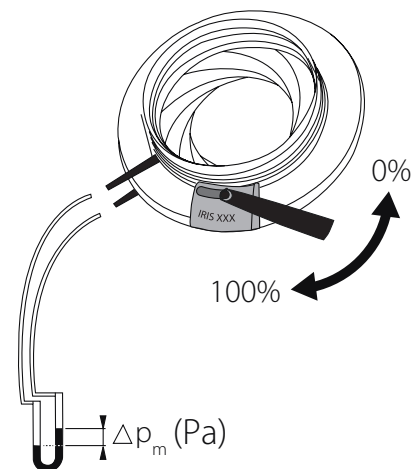

Bild 2. Injustering.
- Produkten är försedd med mätnipplar före och efter spjällblad för anslutning av tryckmätare, se bild 2.
- Före injustering ställs spjället till minsta öppningsläge, indikerat "0" på produktens inställingsskala, därefter påbörjas injustering med hjälp av medleverad nyckel, se bild 2.
- Indikation 0% respektive 100% i bild 2, avser spjällets öppningsgrad enligt inställningsskala på produkten.